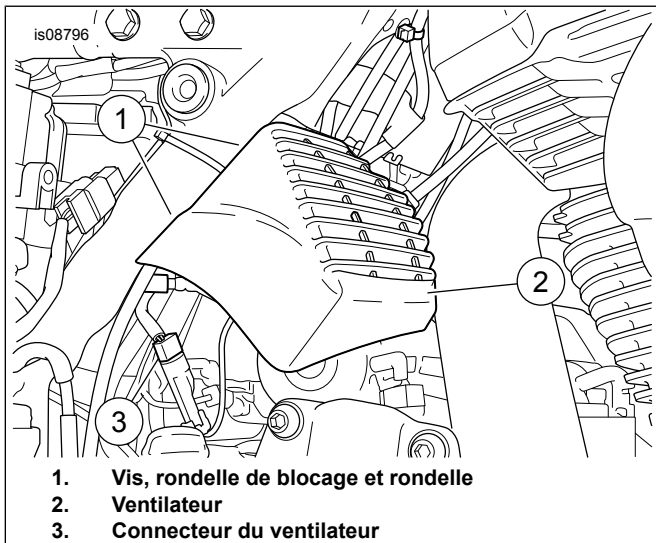

Figure 2. Positionner le ventilateur
2. Voir la Figure 2.. Positionner l'ensemble du ventilateur. À partir de l'intérieur du support de batterie, installer les vis (1), la rondelle de blocage (2) et les rondelles plates (3). Serrez à :